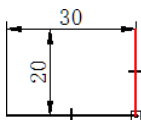

图 7.2.8 绘制竖直线
Step2. 在“直线”工具条中 **长度(L):** 文本框中输入数值 20，在 **角度(A):** 文本框中输入数值 90，结果如图 7.2.8 所示。